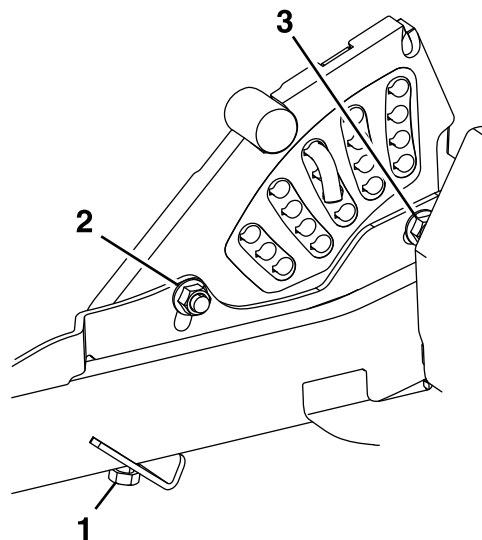

Figura 83
13. Si las 4 tuercas de ajuste de la carcasa no permiten lograr una altura de corte exacta con la inclinación necesaria, puede ajustar el sistema de ajuste de un solo punto (Figura 83).
14. Para ajustar el sistema de un solo punto, primero afloje los pernos de montaje delantero y trasero de la placa de altura de corte (Figura 83).
16. Apriete los 2 pernos en el borde inferior de la placa de ajuste de la altura de corte (Figura 83).